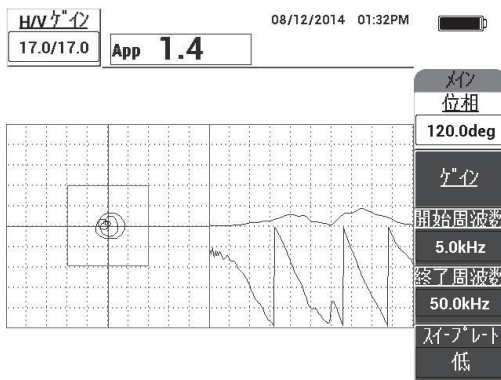

図 6-57 2 区分内のスイープ数値
1. プローブチップを標準試験片の問題のない部分に配置し、ゲインキー (**dB**) を押してから、スイープ数値がアラームボックス内の2区分の範囲に収まるように**ゲイン**を調整します（175 ページの図 6-57 参照）。